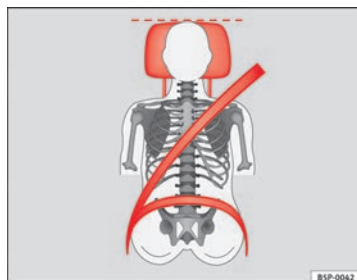
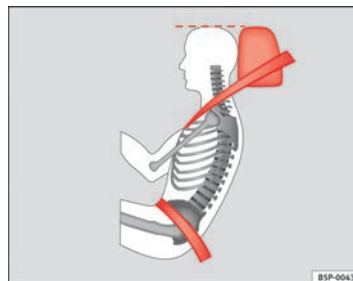

Fig. 92 Vista anteriore: poggiatesta e cinture di sicurezza posizionate correttamente
Fig. 93 Vista laterale: poggiatesta e cinture di sicurezza posizionate correttamente
- Regolare il poggiatesta portando il suo bordo superiore alla stessa altezza della parte superiore della testa, almeno all'altezza degli occhi ⇒ fig. 92 e ⇒ fig. 93.